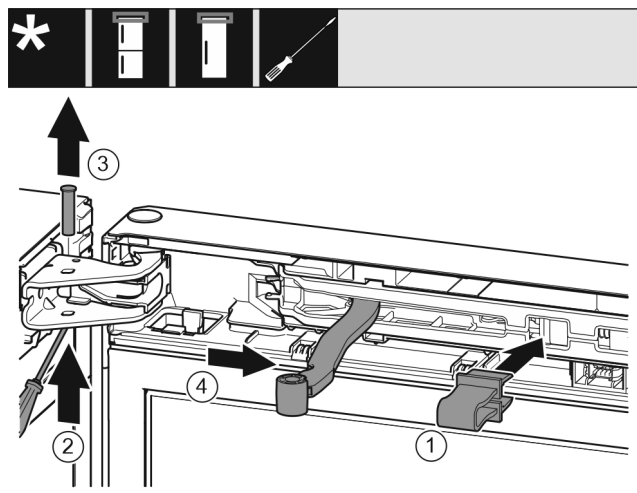

Fig. 6
- ▶ Encaje el seguro en la abertura. Fig. 6 (1)
- ▶ Extraiga el perno con el destornillador. Fig. 6 (2)
- ▶ Retire el perno hacia arriba. Fig. 6 (3)
- ▶ Gire la articulación en dirección de la puerta. Fig. 6 (4)